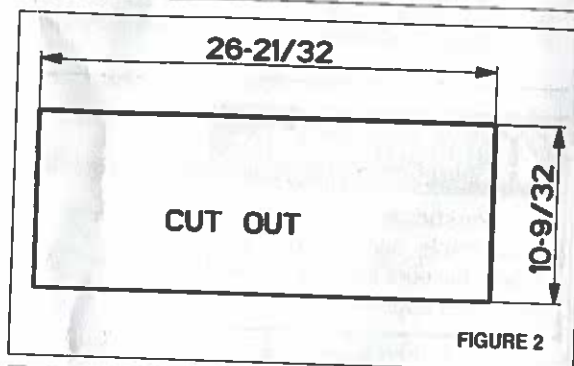

FIGURE 2
- Découper l'ouverture où la hotte sera installée (**FIGURE 2**).